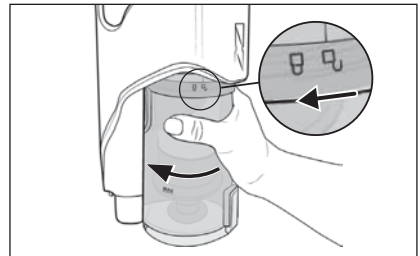

Fig. 17
- 2) Pour extraire le bac à poussière **6** de l'appareil, tournez-le dans le sens du symbole  (ouvrir) jusqu'à ce qu'il se détache de l'appareil (voir fig. 17).